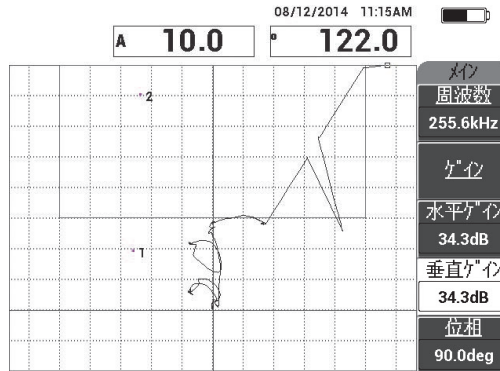

図 6-42 高い位置のドットが調整されたゲイン
11. **ゲイン** (B キー) を調整して、高い位置のドットが画面の高さの約 90 % になるように設定します (163 ページの図 6-42 参照)。